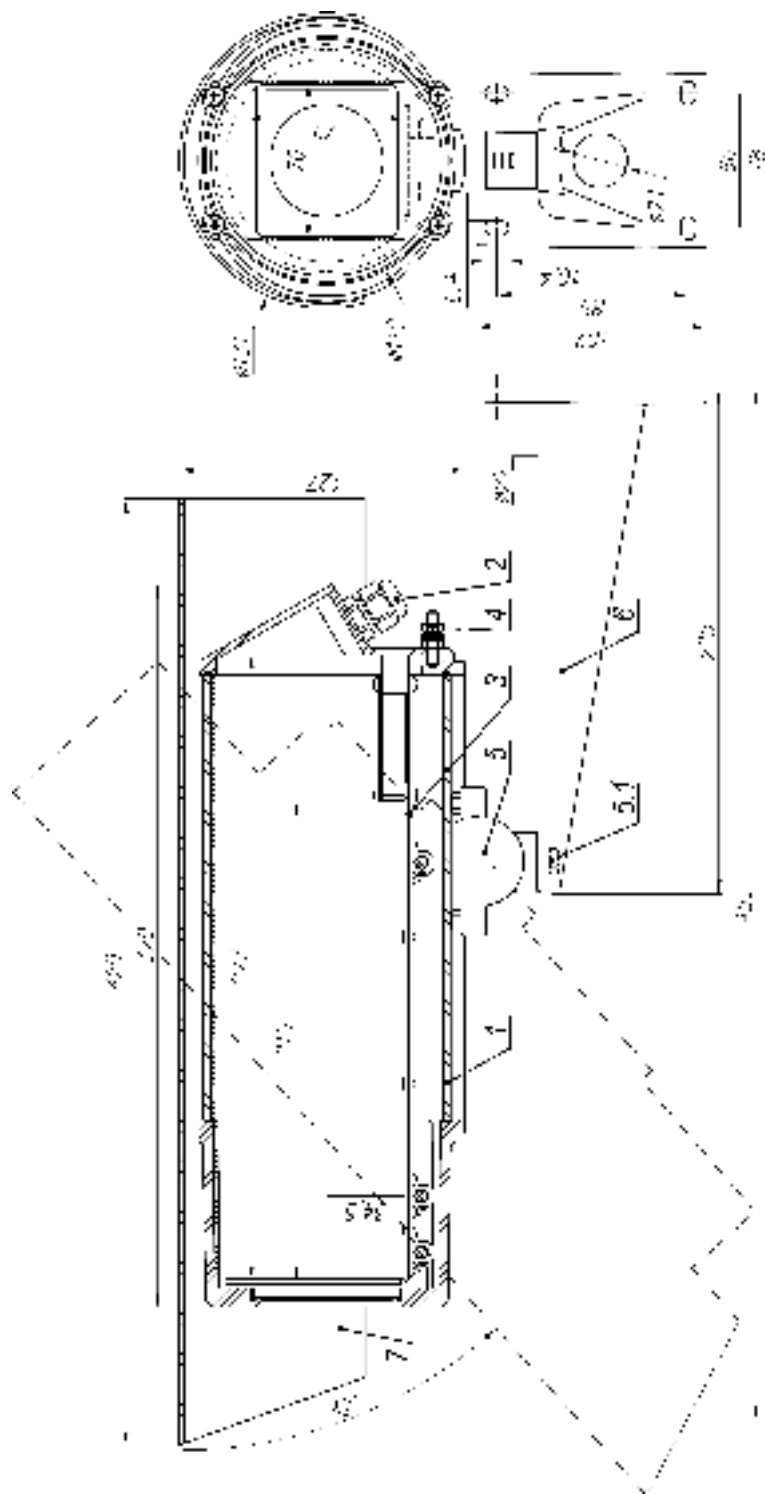

Рис. 1. Состав / габаритно-установочные размеры резервы ТБ-Т
2. Выдвинуть модуль видеокамеры (поз.3 рис.1) из кожуха.
8. Ослабив болт фиксации шарнира (поз.5.1 рис.1), установить гермоборт на нужное направление обзора, после чего надежно зафиксировать шарнир затянув болт.
9. Заземлить гермоборт с помощью болта заземления (поз.4 рис.1).
В состав изделия входят (см. рис.1):